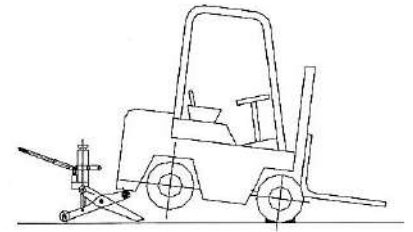

Рисунок 5.
3. Если поднимаете с передней или задней части погрузчика, расположите домкрат по центру. Всегда блокируйте колеса на противоположной стороне погрузчика (см. рисунок 5). При подъеме трехколесных погрузчиков НИКОГДА не поднимайте часть с двумя колесами.